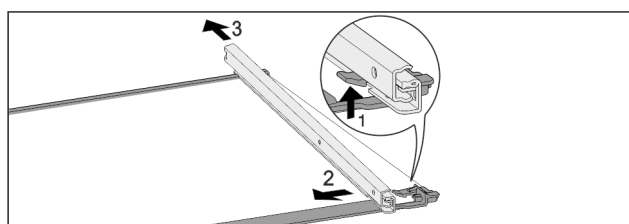

Fig. 125 Placa de sticlă cu șine
- Apăsați în sus cârligul de blocare frontal. Fig. 125 (1)
- Îndepărtați șinele de extragere prin împingere în lateral Fig. 125 (2) și spre spate Fig. 125 (3).